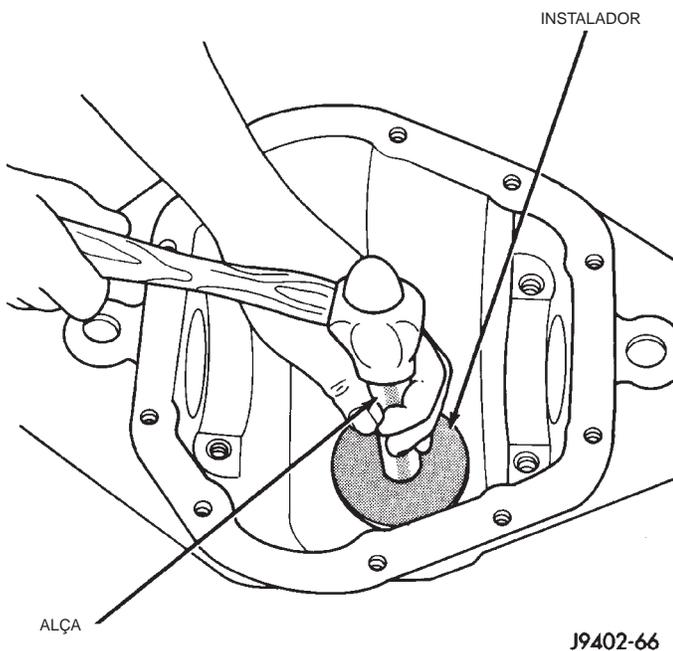

Fig. 29 Instalação da Tampa do Rolamento Traseira do Pinhão
(1) Aplique Mopar® Door Ease ou equivalente, coloque lubrificante fora da superfície da tampa do rolamento.
(2) Instale a tampa do rolamento traseira do pinhão com o Instalador D-146 e a Alça do Extrator C-4171 (Fig. 29). Garanta que a capa esteja corretamente ajustada.